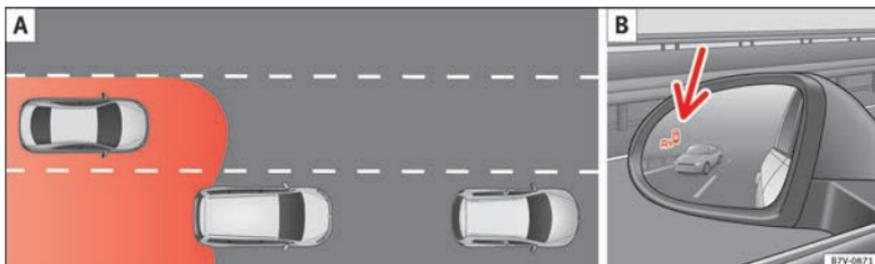

Fig. 222 Esquema: **A** Situação numa ultrapassagem com trânsito na parte traseira. **B** Indicação do assistente de ângulo morto no retrovisor exterior esquerdo.
Nas seguintes situações mostra-se uma indicação no retrovisor exterior»» **Fig. 222 B** (seta) ou »» **Fig. 223 B** (seta):
- Quando se é ultrapassado por outro veículo »» **Fig. 222 A**.